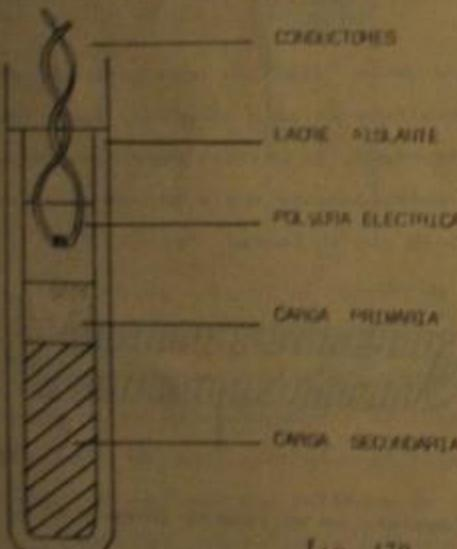

Fig. 179
b) Chispal: Es similar al anterior, pero en lugar de tener un filamento incandescente, los conductores están dispuestos para que entre ellos salte una chispa. Necesitan mayor voltaje e intensidad y son más seguros para soldaduras simultáneas. Ver Fig. 179